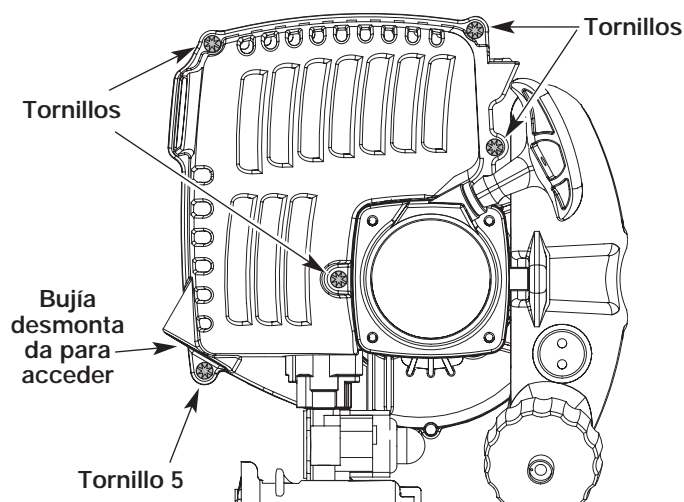

Fig. 13
**NOTA:** Tendrá que sacar la bujía para acceder a uno de los tornillos de la tapa del motor (Tornillo 5) (Fig. 13).